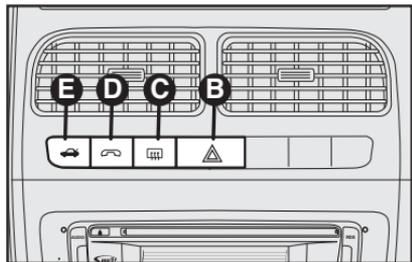

fig. 62
B - Luzes de emergência - Botão com indicação de função para ligar e desligar as luzes de emergência. Acendem-se apertando levemente o botão **B-fig. 62**, independente da posição da chave de ignição. Com o dispositivo ligado, o símbolo sobre o interruptor **B** e o indicador \leftrightarrow , no quadro de instrumentos iluminam-se de modo intermitente.
C - Desembaçador do vidro traseiro **fig. 62** - Botão com indicação de função ativada para ligar/desligar o desembaçador do vidro traseiro.
D - Sistema Viva-voz, Bluetooth® - fig. 62
- **O botão D-fig. 62 substitui o botão de controle remoto CU-7 do suplemento citado;**
E - Abertura automática do porta-malas fig. 62.